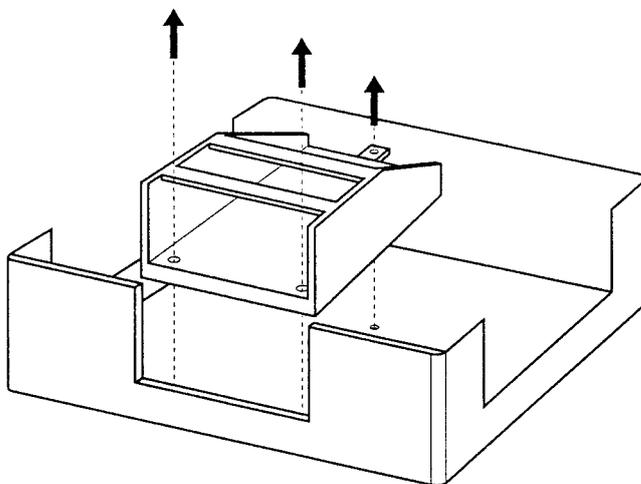

Fig.6
- Die drei Schrauben heraus-schrauben (siehe Fig. 6).